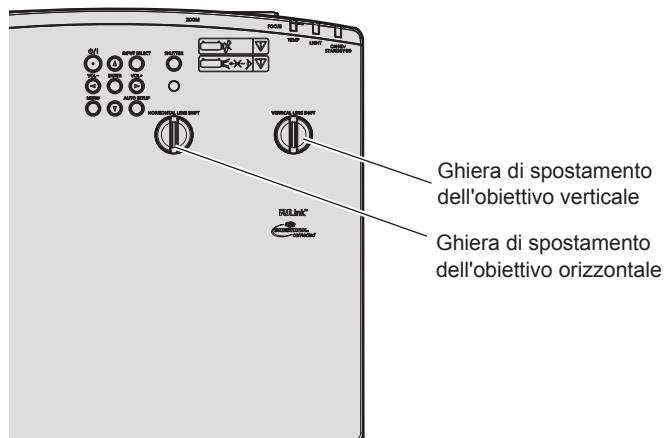

Fig. 2
2) Regolare lo spostamento della lente. (Fig. 2)